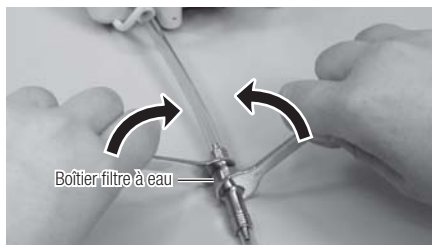

Fig. 25
1) Fermez la valve d'eau de l'unité dentaire à laquelle le PRESTO AQUA II est connecté. Utilisez deux clés à écrou (5x8) comme l'illustre la Fig.25 et tournez dans la direction indiquée. Lorsque le tube d'eau commence à se tordre, défaites cette torsion en le tournant puisque son extrémité sur le boîtier de contrôle peut être tournée.